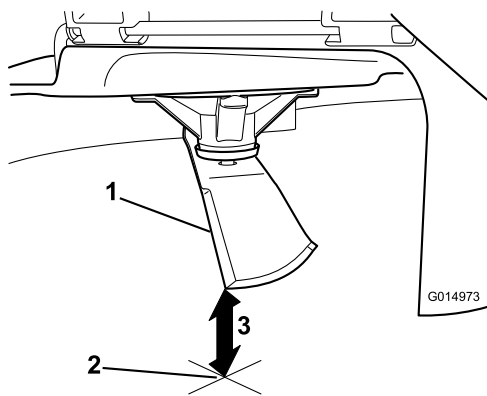

Bild 59
5. Messen Sie von der Messerspitze bis zu ebenen Fläche (Bild 59).